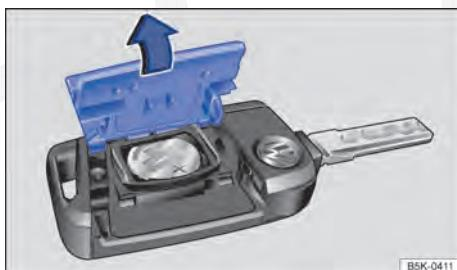

Fig. 21 Chave do veículo: abrir a cobertura do alojamento da bateria.
- Remover a cobertura no lado posterior da chave do veículo com um objeto adequado, por exemplo, uma moeda, ⇒ Fig. 21 no sentido da seta ⇒ ①.
- Posicionar a cobertura conforme indicado ⇒ Fig. 21 e pressionar no sentido contrário ao da seta sobre a carcaça da chave do veículo até encaixar.